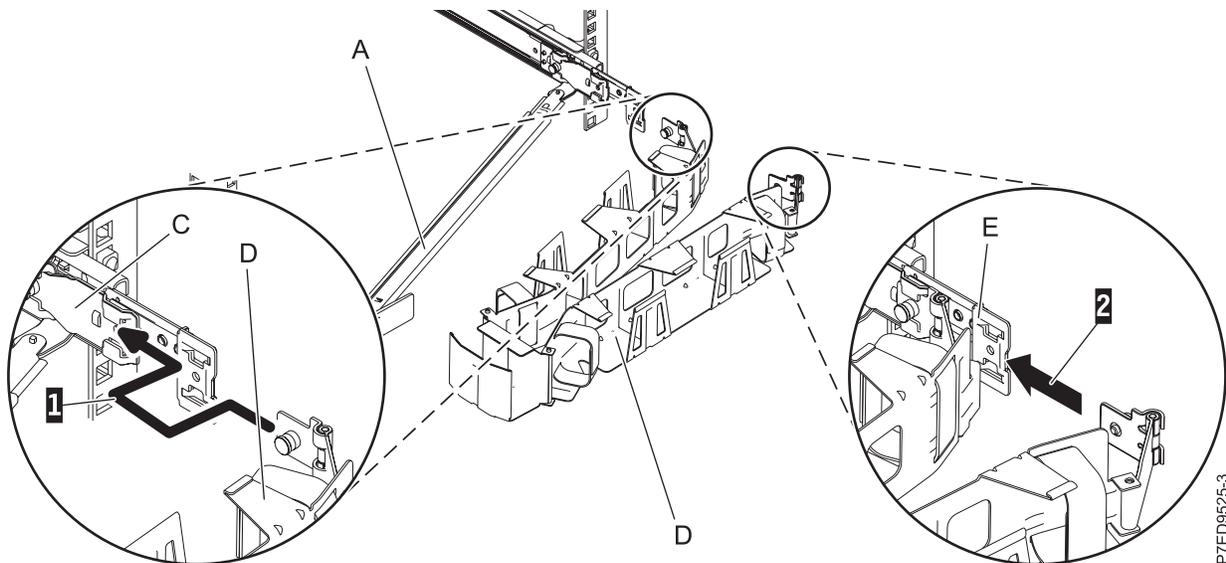

Abbildung 17. Kabelträger anschließen
- Platzieren Sie den Kabelträger (D) auf dem Stützarm (A). Ziehen Sie den Montagestift des Kabelträgers (1) heraus und schieben Sie dann die Lasche des Kabelträgers (2) in die Aussparung am Befestigungswinkel (C). Drücken Sie auf die Lasche, bis sie einrastet. Ziehen Sie den anderen Montagestift des Kabelträgers (3) heraus und schieben Sie dann diese Lasche des Kabelträgers in die Aussparung (4) der Erweiterungshalterung (E) an der Außenseite der rechten Schiene. Drücken Sie auf die Lasche, bis sie einrastet (siehe Abb. 17 auf Seite 13).